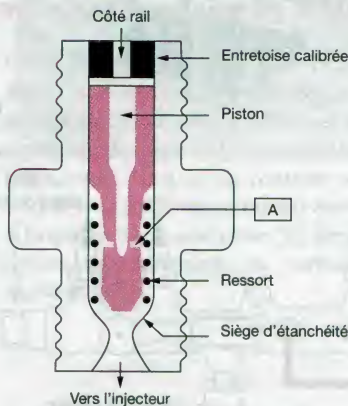

Figure 85.4. Limiteur de débit Bosch
- des limiteurs de débits (Bosch première génération), assurent une sécurité en cas de blocage en ouverture d'un injecteur (fig. 85.4), et fonctionnent comme suit :
- débits d'injecteur normal : le piston est en position de repos, en butée côté rail, une baisse de pression côté injecteur (injection) déplace le piston du volume prélevé, sans obturer le siège d'étanchéité (fig. 85.4). Le ressort ramène le piston en position repos en fin d'injection, le carburant s'écoule par l'étranglement (A) (fig. 85.4) ;